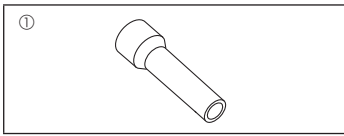

Fig. 1-1
1.6. Dış ünite aksesuarları (Fig. 1-1) (ZRP200/250, P200/250)